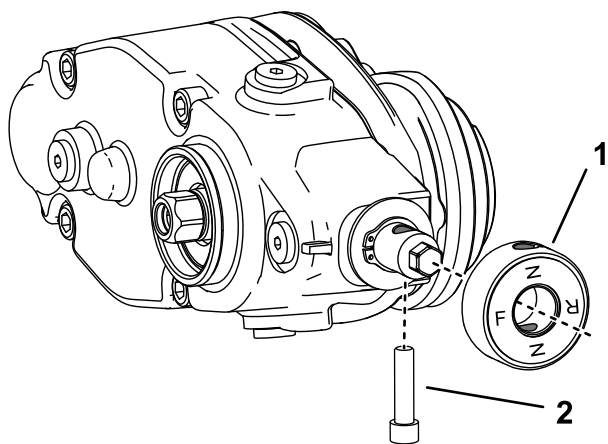

Рисунок 8
7. В случае установки механической щетки на левой стороне машины произведите следующие операции (Рисунок 8):